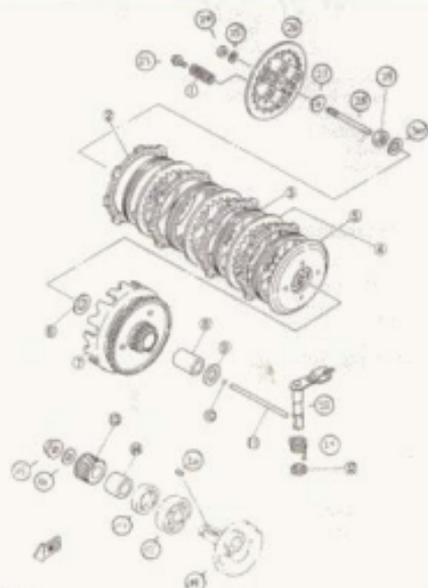
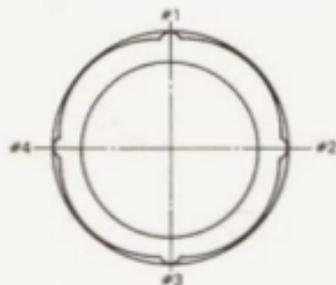

Bild 132
Bild 136
Die Kupplung der YAMAHA DT 80-Motoren ist eine im Ölbad laufende Lamellenkupplung. Wer die Teile der Kupplung auf ihre Wellenverwendbarkeit überprüfen will, muss die Funktion jedes einzelnen Teils kennen. Bild 132 zeigt die an Frage kommenden Teile.
- Die Kupplungsdruckstange, bestehend aus den Bauteilen 11 und 28 in Bild 132, darf nicht verbogen sein. Zum Test über eine Spiegelflächenscheibe rollen lassen. Toleriert wird eine Durchbiegung bis zu 0,15 mm.
- Darauf achten, dass die Dämpfungsringe (3 in Bild 132) richtig positioniert und nicht verdreht sind.
- Kupplungsdruckstange mit Hilfe des Schraubgewindes an den Bauteilen 27 und 28 so einstellen, dass die Kante des Betätigungshebels (Teil 22) bei spielfreier Stellung an der Gehäusemarkierung anliegt (siehe hierzu Bild 136). Ist diese Einstellung erreicht, wird die Gegenmutter (Teil 24 in Bild 132) mit 8 Nm Anzugsdrehmoment angezogen.